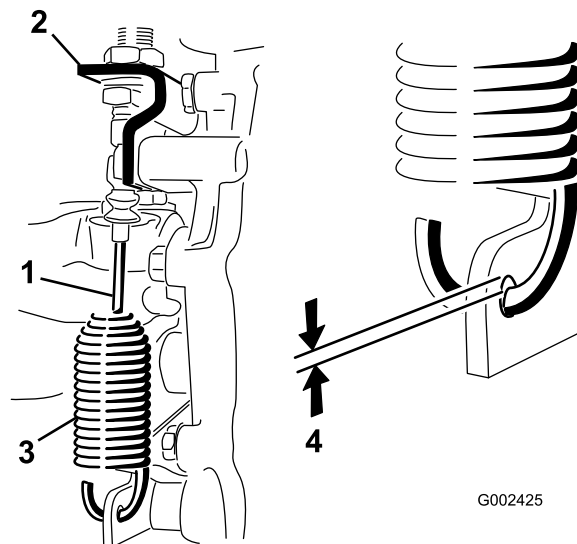

Figura 46
2. Afloje las contratuercas que sujetan el cable de bloqueo del diferencial al soporte del transeje (Figura 46).